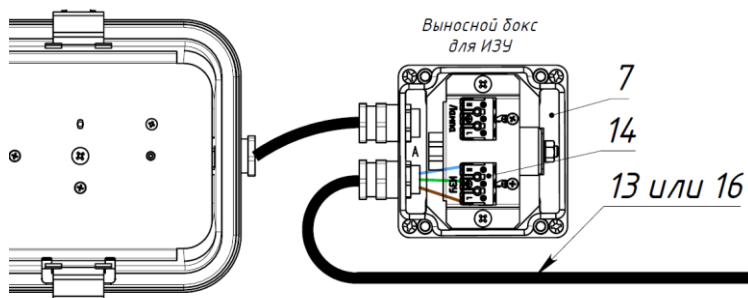

Рис. 8
- 4.2. Зачистить изоляцию питающего кабеля ИЗУ (13) или (16), максимальный диаметр кабеля ИЗУ – 11,5 мм, максимальное сечение жил 2,5 мм², максимальная длина кабеля ИЗУ - 30 м. Завести питающий кабель ИЗУ в бокс для ИЗУ FOUNDRY 70H w/o driver box (7) через кабельный ввод и подключить провода к клеммной колодке с маркировкой «ИЗУ» (14) в соответствии с указанной полярностью на клеммной колодке: L, N, PE, затянуть кабельный ввод моментом, предотвращающий вырыв питающего кабеля ИЗУ, см. рис. 8.